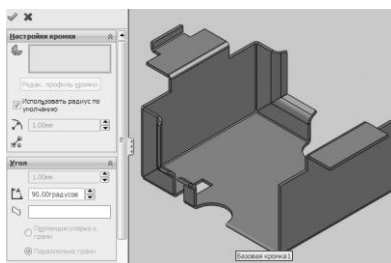

Рисунок 3.20
- у розділі «Настройка кромки» – крайку, як показано на рис. 3.20;